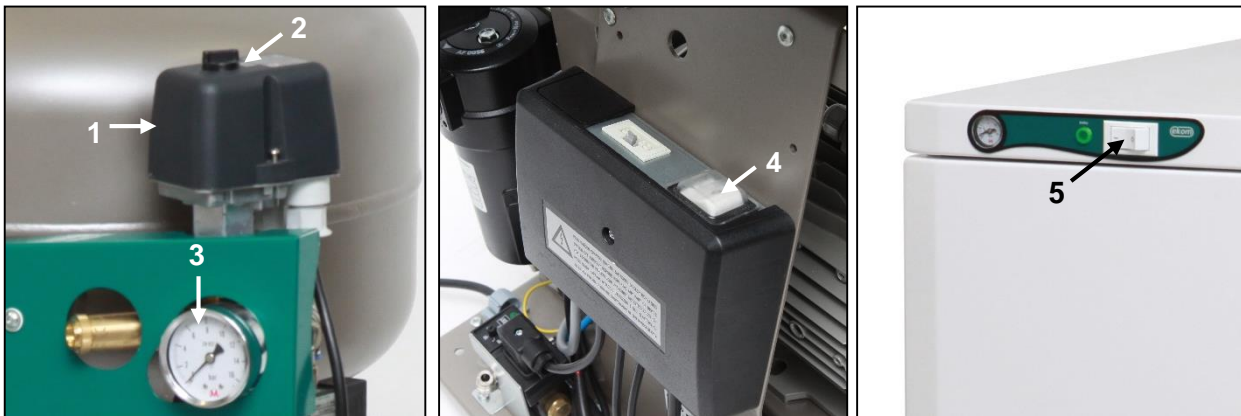

Рис.13
- Проверьте положение автоматического выключателя: он должен быть в положении I. Если выключатель (4) находится в положении 0, поверните его в положение I (рис. 13).
- Для компрессоров, устанавливаемых в шкафу: поверните выключатель (5) на передней стенке шкафа в положение I. Зеленый сетовой индикатор указывает, что устройство работает (рис. 13).
(рис. 13)